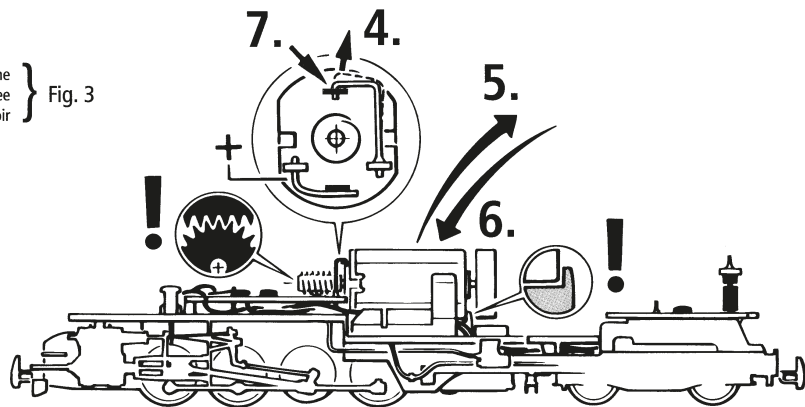

Fig. 7
Um einen optimalen Lauf der Lokomotive zu gewährleisten, bitten wir Sie, **vor erstmaliger Inbetriebnahme die Lager der Kuppelstangen zu ölen** (siehe Fig. 7).
2. Schmierung: Lokgehäuse abnehmen (Fig. 3). Versehen Sie die im Schmierplan in Fig. 7+8 gekennzeichneten Stellen mit nur **kleinen Öltropfen**. Dazu zuerst das Lokgehäuse abnehmen (Fig. 3). Wir empfehlen den ROCO **Öler Art.-Nr. 10906**. Fürs Schmieren der Getriebeteile (Zahnrad, Schnecke) empfehlen wir das **ROCO-Spezialfett Art.-Nr. 10905**. Im Falle der Schmierung diese Teile **nicht ölen**.
Before taking into service your model these bearings of the **coupling rods must be oiled** as otherwise there would be the risk of bad running qualities of damage on the locomotive (see fig. 7).
2. Lubrication: First remove loco body (fig. 3) Apply **tiny oil drops** to spots marked in fig. 7+8. Prior to lubrication dismantle locomotive (fig. 3). We recommend using item no. **10906, ROCO oiler**. For lubrication the gearparts (e.g. cogwheels, worm) we would recommend our ROCO **special grease** (item no. **10905**).
Veillez huiler légèrement les paliers de l'emballage de votre locomotive avant sa première mise en service sinon il y a risque de mauvaises qualités de marche ou même de dommages au mécanisme moteur de la machine (voir fig. 7).
2. Graissage: Démontez la caisse (voir fig. 3). N'appliquez **qu'une tout petite goutte** aux endroits indiqués par le plan de graissage (fig. 7+8) après avoir démonté la caisse de la locomotive (fig. 3). Nous vous recommandons **le graisseur à huile ROCO réf. 10906**. Pour graisser les engrenages (roues dentées, vis sans fin) nous vous conseillons la **graisse spéciale ROCO réf. 10905** pour engrenages en matières synthétiques. Lorsque vous utilisez cette graisse il faut éviter d'huiler ces composants.